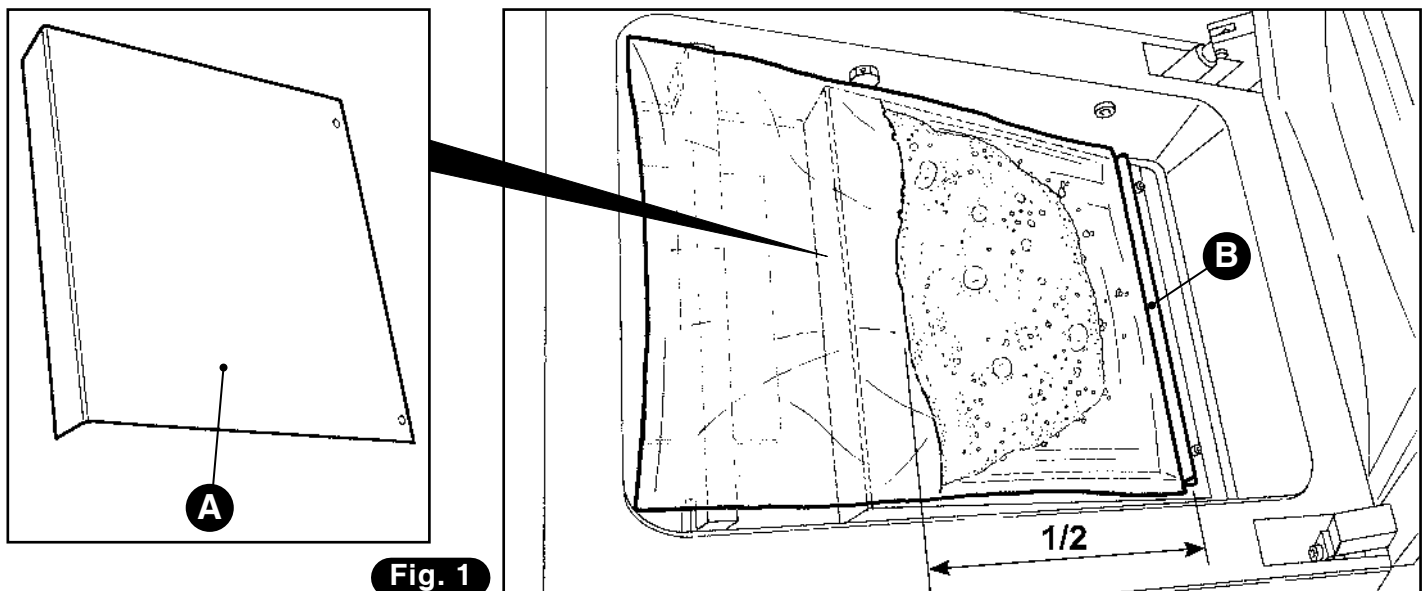

Fig. 1
- 3) Introducir en la campana la bolsa que contiene el líquido a envasar, cuidando no llenarla más allá de la mitad (1/2) (**Fig. 1**). Apoyarla en posición central sobre la barra soldadora, de manera que el borde abierto sobresalga al menos en la medida de 20 mm respecto de la barra misma.